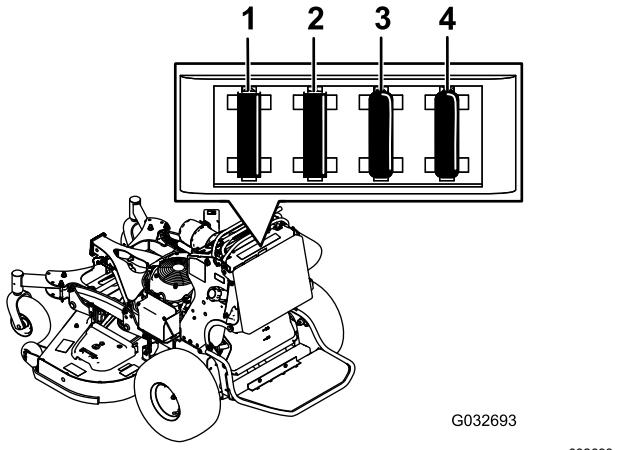

Figura 49
2. Tire hacia fuera del fusible para retirarlo o cambiarlo (Figura 49).
Nota: Asegúrese de que instalar un fusible del tamaño correcto (Figura 49).